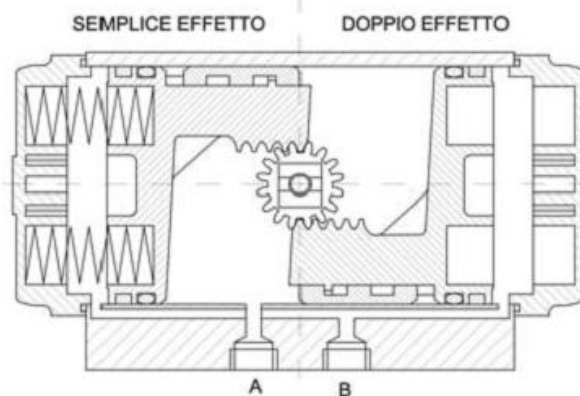

fig. 1
- ruotare ancora il pignone di circa 30° in senso antiorario. Quindi inserire i pistoni nel corpo del cilindro (vedi fig.1) applicando un' uguale pressione ad entrambi fino a che le cremagliere non abbiano ingranato. Assicurarsi che i pistoni siano inseriti simmetricamente, in caso contrario estrarre i pistoni e ripetere la procedura.